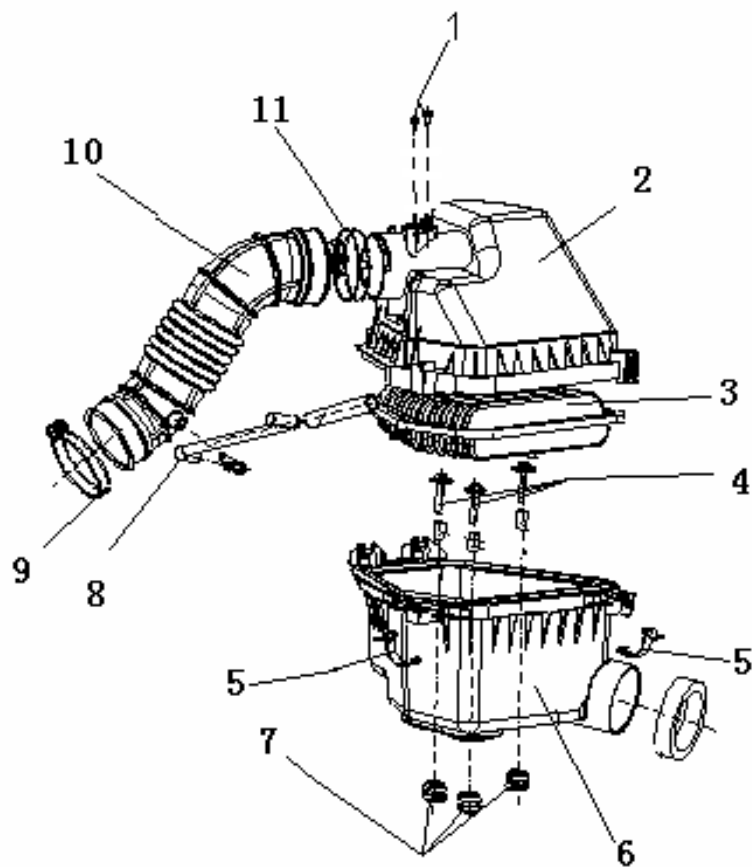

图1
**1) 空气滤清器及进气管管的更换****1 进气管系统空气滤清器的拆卸/安装步骤 (图 1)**
(1) 拆掉双钢丝带环箍 11, 拆掉空气流量计的固定螺钉 1, 取掉空气流量计。
(2) 打开上下壳连接卡扣 5, 取掉空滤器上壳体 2, 取出空滤器滤芯 3;
(3) 拆下螺栓 4;
(4) 拆除空气滤清器下壳体 6;
(5) 按与拆卸相反的顺序安装各零件。
**2 空气滤清器滤芯的更换 (图 1)**
**3. 进气管管的更换 (图 1)**